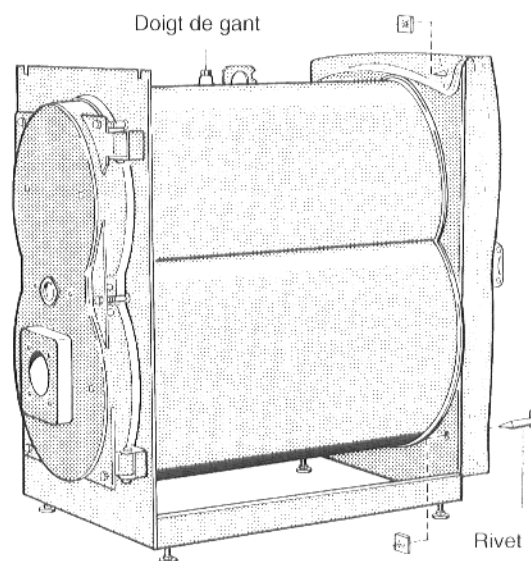

Fig. 4
- Placer le calorifuge contre la paroi arrière du corps de la chaudière et le fixer en haut et en bas, respectivement à l'aide de 2 rivets et de 2 contre-plaquettes (fig. 4).
- Enlever le capuchon de protection du doigt de gant (fig. 4).
Le doigt de gant doit rester accessible (fig. 4).